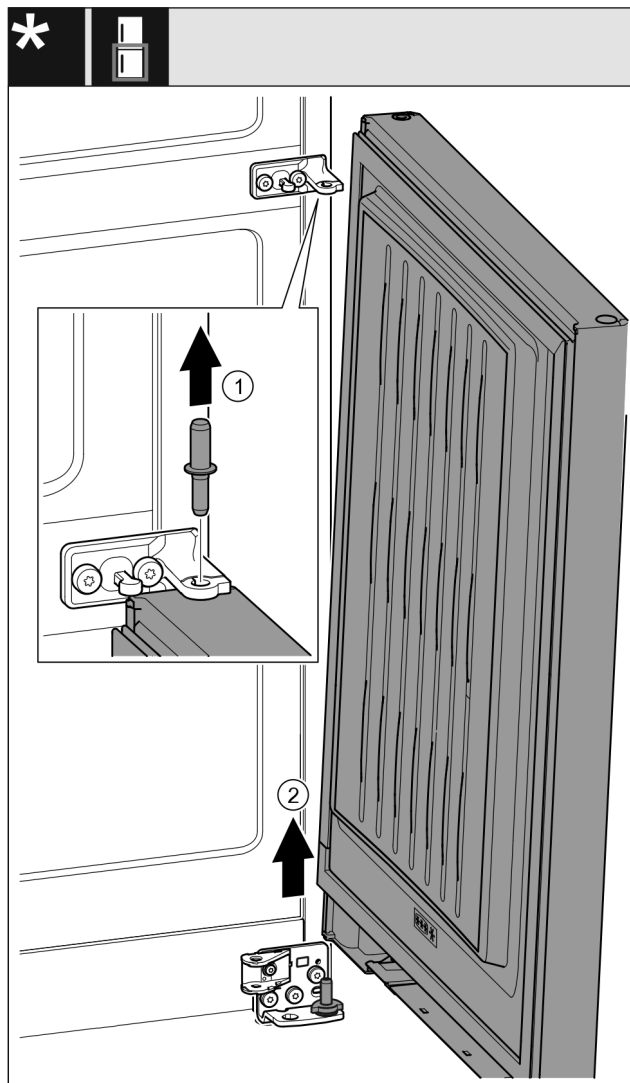

Fig. 23 \*
- ▶ Čep vytáhněte nahoru. Fig. 23 (1)\*
- ▶ Dveře kýváním vysadte a odložte stranou. Fig. 23 (2)\*